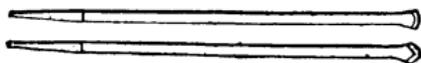

Fig. 257.
**FORET A L'ARÇON.** — Ce foret (fig. 257) est ordinairement fait avec du fil